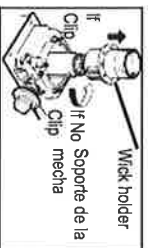

Figure 2/ Figura 2
5. (With shaft clip) Look down into the heater and take note if there is a clip holding the shaft in place. If so, remove clip by pulling upwards. Then grasp the knob and pull towards you to release the shaft from the wick holder. Remove the wick and wick holder by lifting upwards and away from the heater. (Fig.2)
- (No shaft clip) If no clip, turn the wick up to it's highest point. Grasp the wick and twist it counter clockwise to release it. (Fig. 2)
5. (Con gancho de eje) Mire en la parte de debajo de la estufa y vea si hay un gancho que mantiene el eje en su sitio. Si lo hay, retire este gancho tirando hacia arriba. Después agarre el tirador y tire hacia usted para liberar el eje del aguantador de mecha. Retire la mecha y el aguantador de mecha tirando hacia arriba y hacia afuera de la estufa. (Fig.2)
- (Sin gancho de eje) Si no hay un gancho, de vueltas hacia arriba hasta que la mecha llegue a su punto más alto. Agarre la mecha y gírela en sentido contrario a las agujas del reloj para liberarla. (Fig. 2)